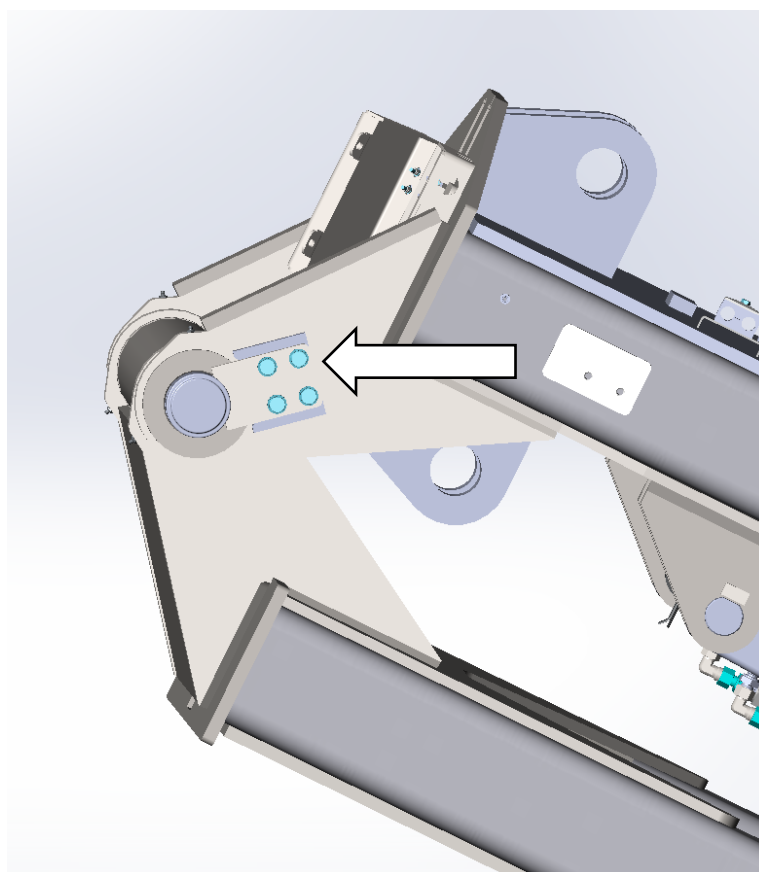

Рисунок 3.95. Крепление стопора оси стрелы-опоры
- Проверить затяжку болтов крепления стопора (см. рис. 3.95).